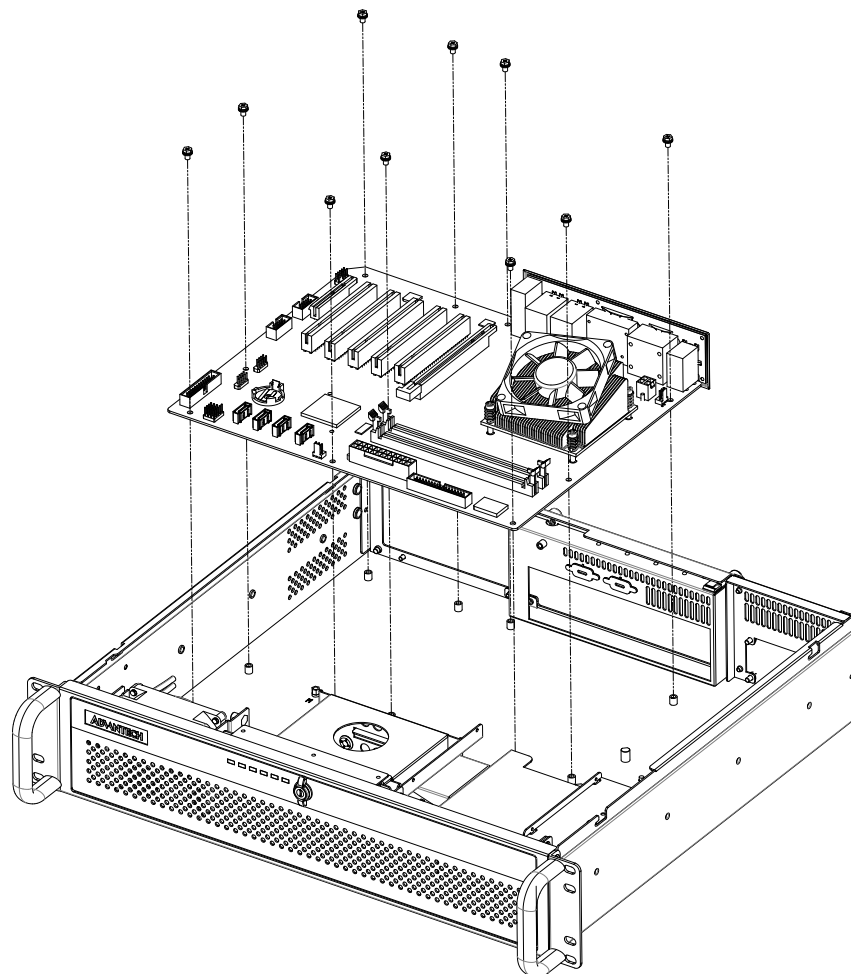

Figure 2.3 Installing a Motherboard / 安裝母板 / 安裝主機板
3. Attach the motherboard I/O shielding onto the rear plate first. Then fasten the motherboard onto the chassis. (see Figure 2.3)
3. 將母板的 I/O 擋片放在后面板上，然后把母板固定在机箱上（如图 2.3 所示）。